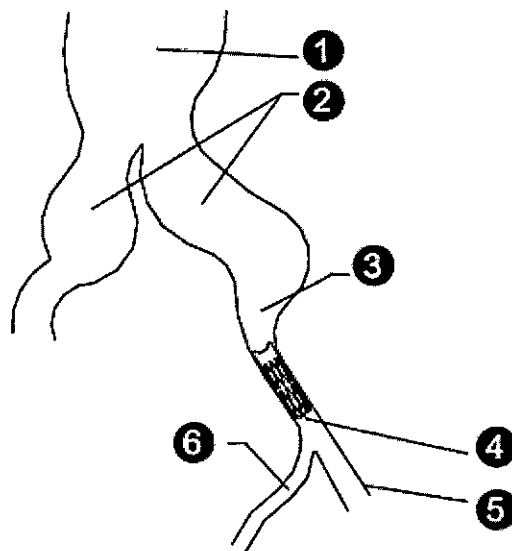

Figura 2.
3. Compruebe que el ocluser está correctamente colocado por encima de la arteria ilíaca interna. Consulte la Figura 2. Ajuste la posición de la vaina según proceda.